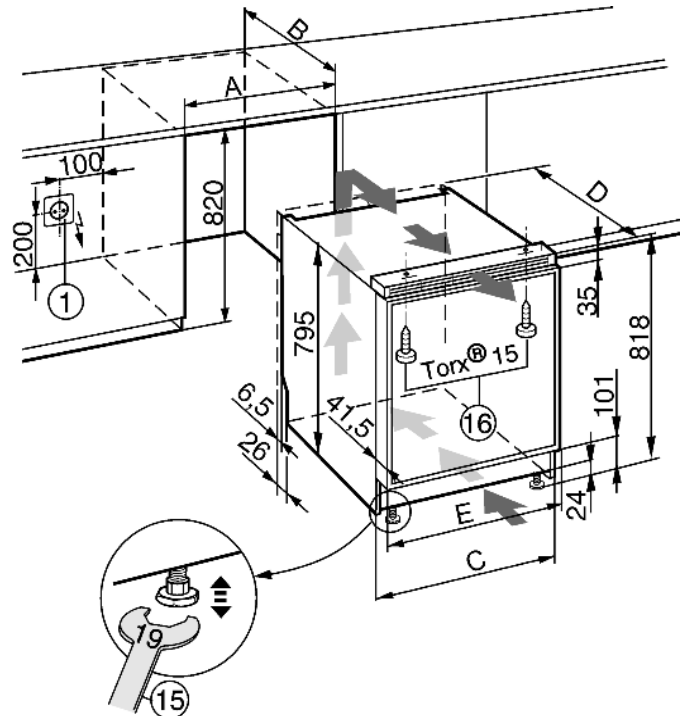

Fig. 12
- Het stopcontact Fig. 12 (1) moet zich naast het apparaat bevinden en goed toegankelijk zijn.
- Apparaat aan de stelpoten met behulp van de meegeleverde steeksleutel Fig. 12 (15) uitlijnen.
- Apparaat met meegeleverde schroeven Fig. 12 (16) boven aan het aanrecht resp. de keukenkastjes bevestigen.